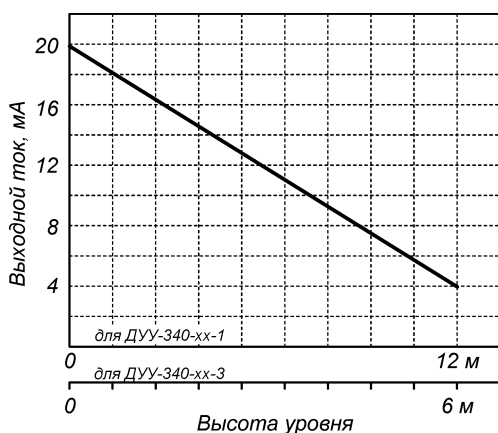

Рисунок 1.1 – Нормальная статическая характеристика ДУУ-340-xx-x-x-T, для $BY = BY_{\max}$
– для ДУУ-340-xx-x-x-T НСХ имеет линейно убывающую характеристику (рисунок 1.1):